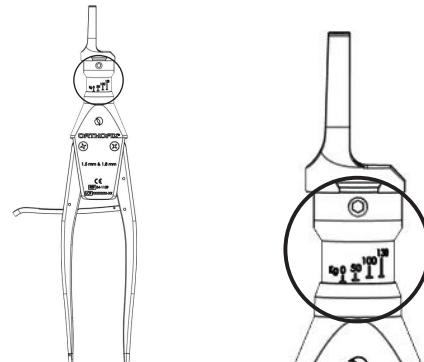

Figure 1
- Trådspännaren (54-1139) medger spänning av trådar upp till 130kg. En indikation på den tillämpade spänningen kan avläsas från en skala (fig. 1).